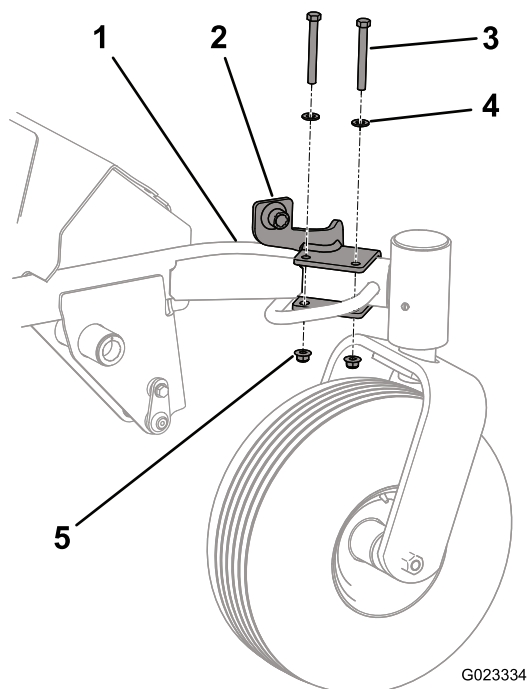

Figura 1
1. Fissate il supporto del cavalletto al braccio della ruota orientabile con 2 bulloni ($3/8 \times 3-1/4$ pollici), 2 rondelle piane da $0,406 \times 0,813$ pollici e 2 dadi flangiati ($3/8$ pollici). Collocate i componenti come illustrato nella Figura 1. Accertatevi di fissare il supporto del cavalletto alla sezione diritta del braccio della ruota orientabile.